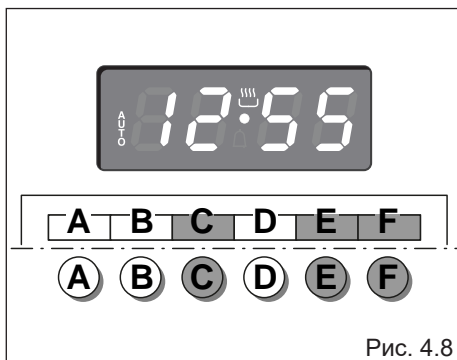

Рис. 4.8
2. Установите конец времени приготовления, нажав кнопку “С” и кнопку “F” чтобы продвинуться вперед “Е” по времени, или чтобы вернуться назад, если вы прошли желаемое время (рис. 4.8).